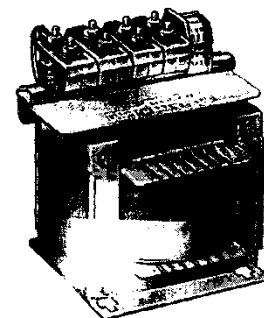

Рис. 2. Разделительный трансформатор
- разделительный трансформатор (рис. 2);